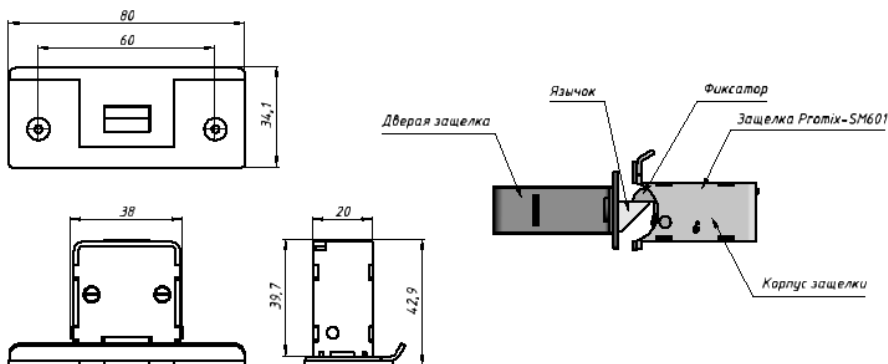

Рис.2 Габаритные и установочные размеры защелки
- 4) Выполнить отверстие для установки корпуса глубиной не менее 40 мм (рис.2).